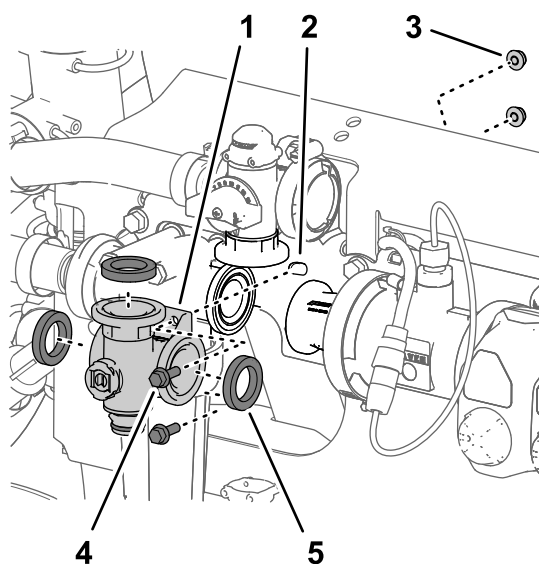

Figure 124
3. Retirez les 2 boulons à embase ($\frac{1}{4}'' \times \frac{3}{4}''$) et les 2 contre-écrous à embase ($\frac{1}{4}''$) qui fixent le collecteur de vanne d'agitation au support de vanne (Figure 124).
4. Déposez le collecteur de vanne d'agitation et les joints de la machine (Figure 124).